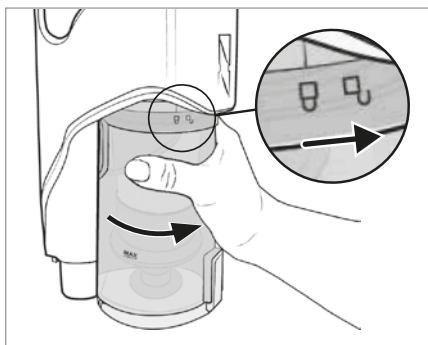

Bild 25
- 8) Sätt in dammbehållaren (7) i dammsugaren igen och vrid den mot symbolen (stäng) tills den sitter fast (se bild 25).